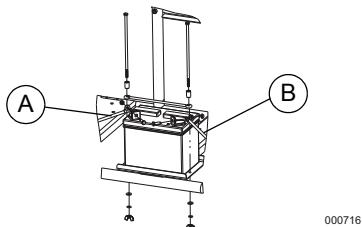

Figure 4-5. Raccordement de la batterie
- Voir la **Figure 4-5.**
1. Débranchez D'ABORD la borne négative (-) de la batterie (A).
2. Débranchez ENSUITE la borne positive (+) de la batterie (B).